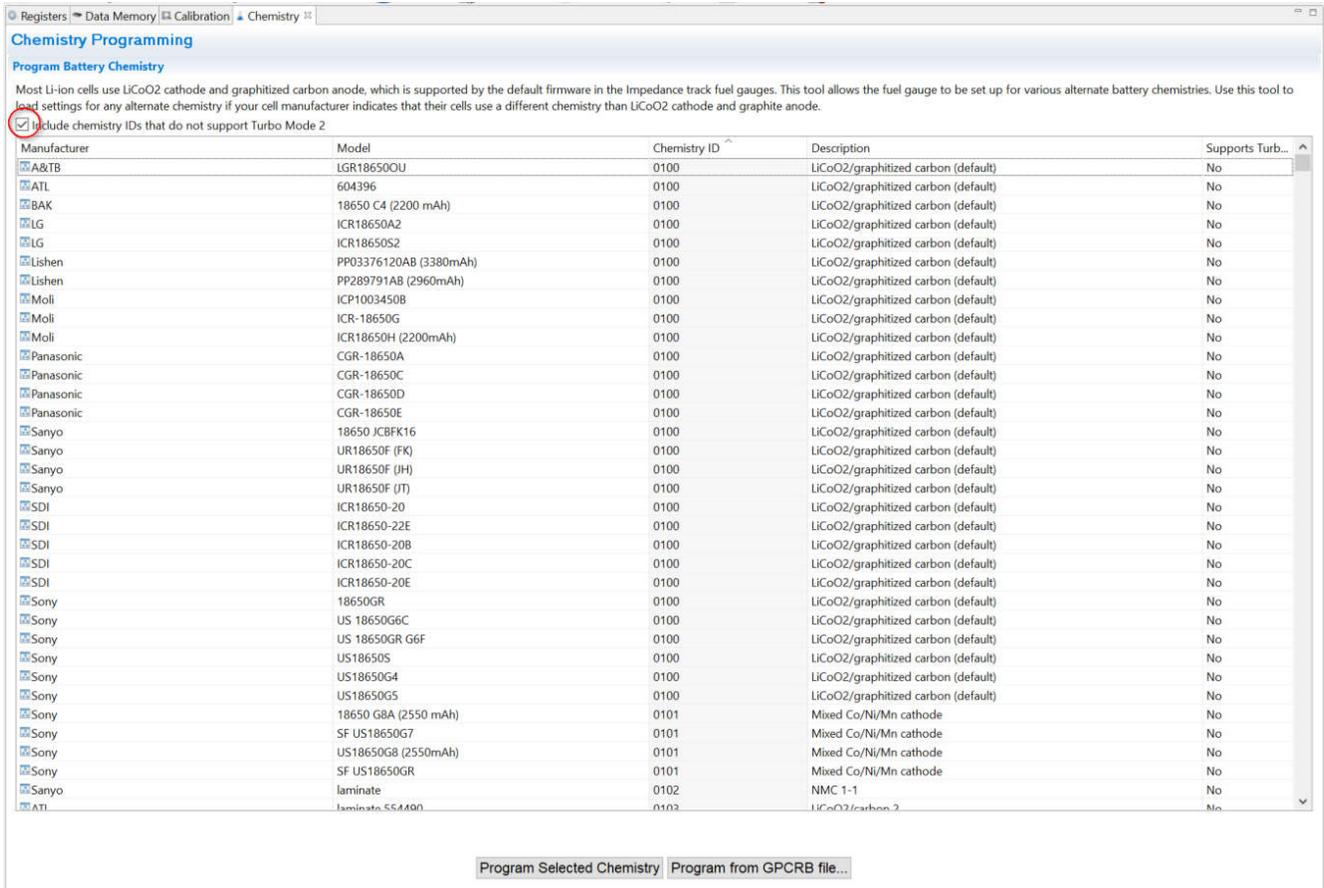

图 4-4. 化学成分屏幕
4. 选择与表格中所用电芯匹配的 ChemID（请参阅图 4-4）。